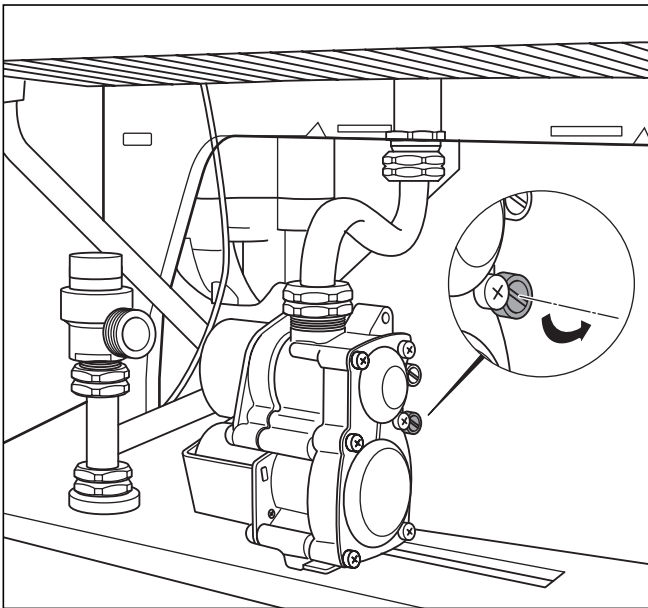

Fig. 6.1 Manchons de mesure de la pression d'alimentation du gaz
- dévissez la vis d'étanchéité du manchon de mesure de la pression d'alimentation du gaz (voir fig. 6.1, manchon de mesure de la pression de raccordement du gaz) ;